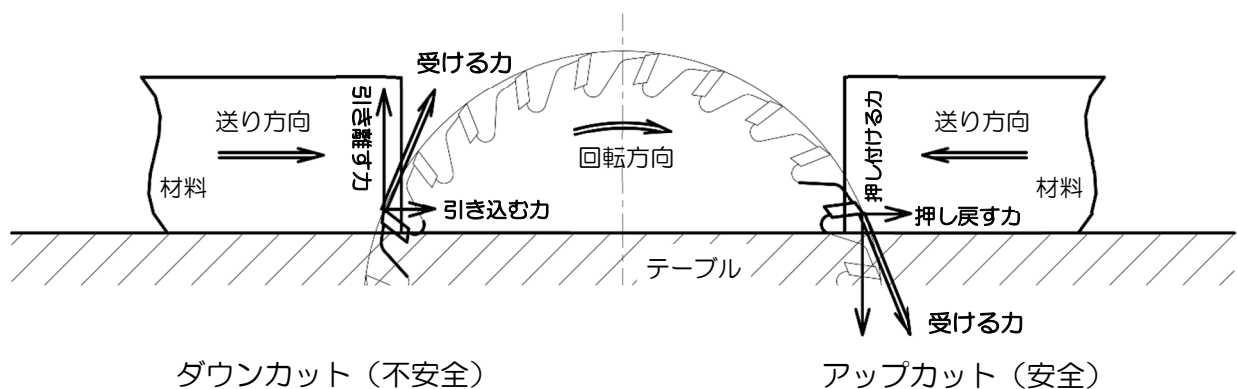

図 1 アップカットとダウンカット（丸ノコ盤の例）
「アップカットの原則」にしたがって、材料の送り（スライド丸ノコやトリマなどでは工具の送り）を行うと、材料が刃物から受ける力によって、①材料を押し戻す力と、②材料をテーブルや定規に押し付ける力が働く（図 1 右側）。この2つの力が同時に働くようにすれば、材料の送り速度をコントロールすることが可能となり、また、材料や工具が安定するため、安全な加工が行える。
#### (1) アップカット（図 1 右側）
#### (2) ダウンカット（図 1 左側）